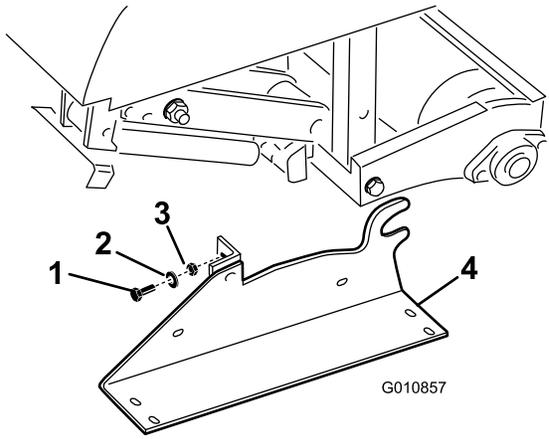

Figure 31
2. Enlevez les boulons, rondelles-freins et écrous qui fixent les supports de rangement à chaque extrémité de l'aérateur (Figure 31).